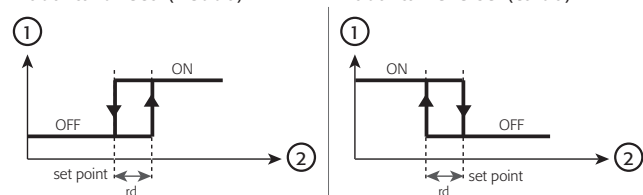

Fig. 4.a
- r3=0: direct con sbrinamento. Permette di richiedere l'accensione del compressore quando la temperatura misurata dalla sonda 1 sale sopra il livello di set point. Questa modalità prevede anche lo sbrinamento (viene anche chiamata "modalità freddo", vedi Fig. 4.a)
- r3=1: direct senza sbrinamento (Fig. 4.a)
- r3=2: reverse senza sbrinamento (Fig. 4.a). Permette di richiedere l'accensione del compressore quando la temperatura misurata dalla sonda 1 scende sotto il livello di set point. Questa modalità NON prevede lo sbrinamento (viene anche chiamata modalità "caldo" vedi Fig. 4.a).